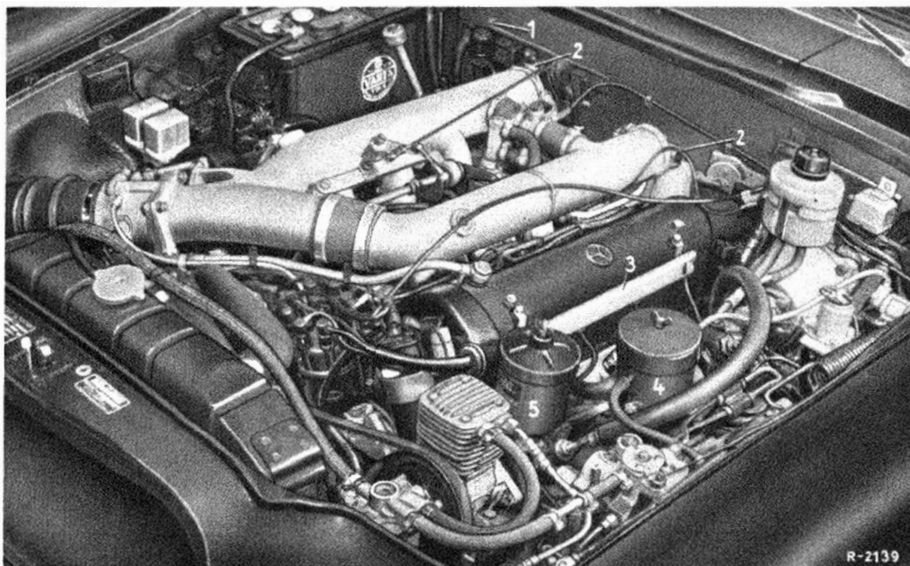

Bild 00-1/1
am rechten Zylinderkopf je mit einem Stopfen zu verschließen (Pfeil in Bild 00-1/2).
4. Ölbehälter der Servolenkung (5) und der Komforthydraulik (4) mit einer Spritze entleeren (Bild 00-1/1).
Öldruckschlauch für Anzeigegerät am linken Zylinderkopf (25) abschließen (Bild 00-1/2).